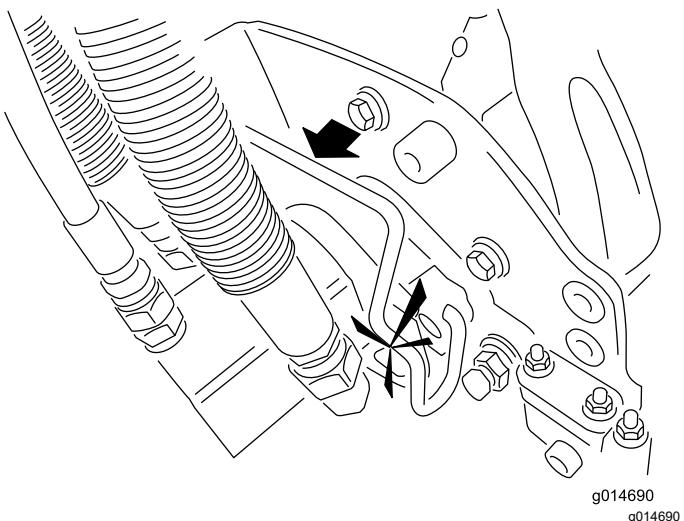

Bild 50
5. Schmieren Sie die Keilwelle des Schneideeinheitmotors mit sauberem Fett ein (Bild 50).
6. Setzen Sie den Motor in die linke Seite der Schneideeinheit (aus Sicht der Bedienerstellung) und ziehen Sie die Motorbefestigungsstange an der Schneideeinheit zum Motor, bis Sie einen deutlichen Klick von beiden Seiten des Motors hören (Bild 50).